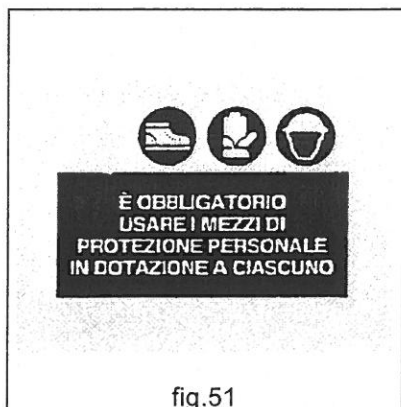

fig.51
- **SEMPRE**, per tutte le operazioni, usare abbigliamento di lavoro idoneo, nel rispetto delle norme di sicurezza (fig.51).